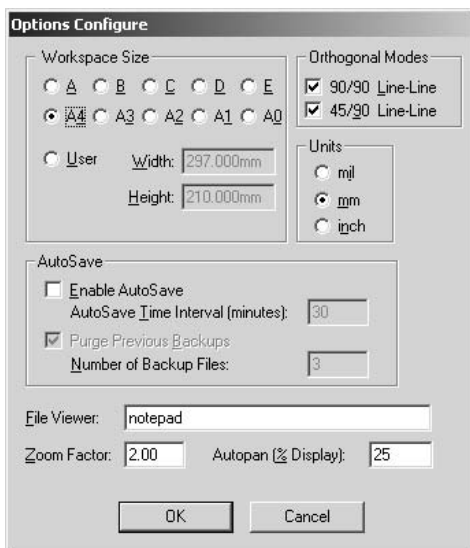

Рис.2.3.1
3. В области Orthogonal Modes выделить флажком оба пункта (рис.2.3.1).